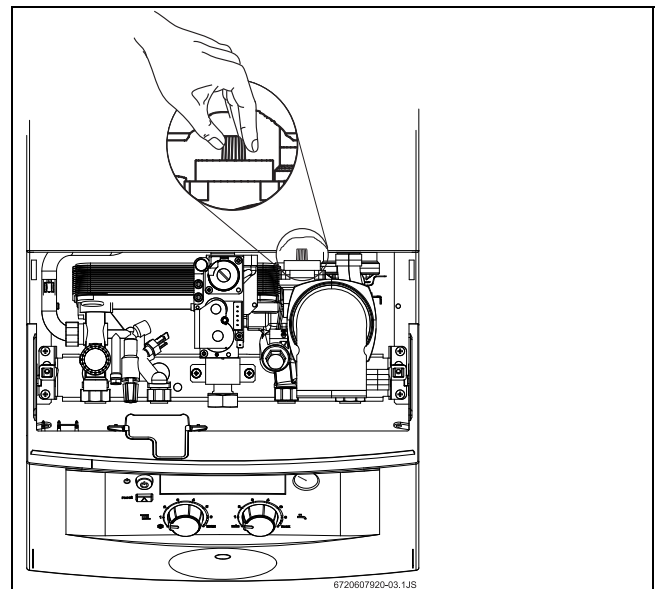

Fig. 15 Purgador automático
- Para evacuar el aire del aparato empleando el purgador automático que incorpora, abrir el tapón del mismo (Fig. 15).